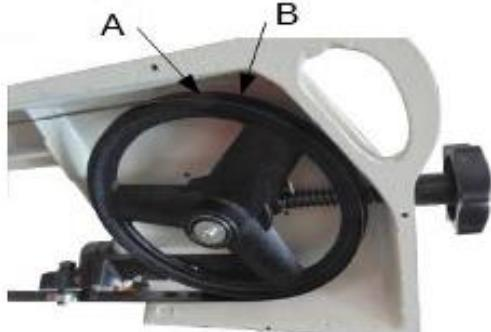

Рис. 7
1. Поместить рычаг пилы в максимально открытую позицию и открыть крышку колеса (A). Смотрите рис. 7.
2. Включите станок. Путь оборотов полотна правильный, если его задняя сторона (A на рис. 7) почти касается кромки фланца колеса (B). Задняя часть полотна не должна тереться о фланец.